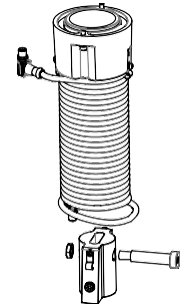

Fig. 2. Cavo spiralato standard.
- 2) **Cavo spiralato (Fig. 2):** Il cavo spiralato porta segnali dall'impugnatura al gruppo azionatore che includono la velocità di sollevamento, la direzione di sollevamento e l'arresto di emergenza. Non bloccare il cavo spiralato su oggetti estranei. Non appendere o allentare alcun cavo aggiuntivo o a margherita del cavo spiralato.